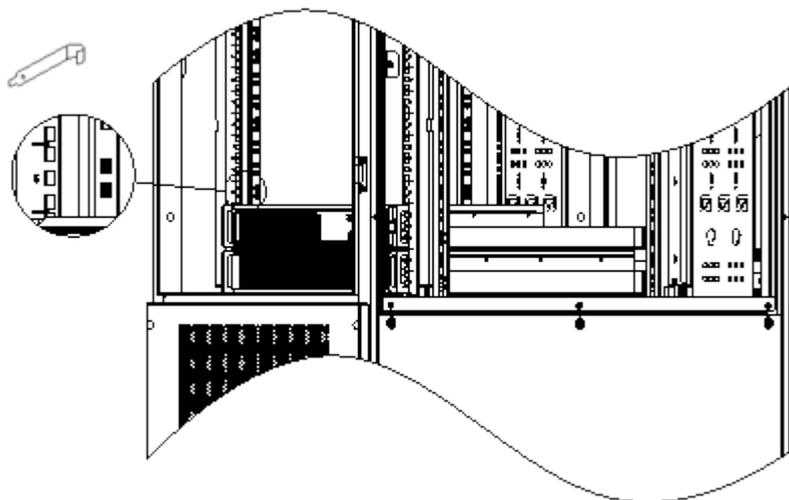

図 2-18 フローティングナットを取り付ける-1
- 3) キャビネットのサイドパネル 2 枚を外し、No.5U の位置にある支柱の四角い穴(2 個)にフローティングナット(8 個)を取り付ける(図 2-18 参照)。